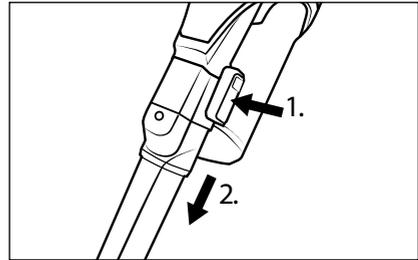

Fig. 15
- ♦ For at fjerne tilbehøret skal du trykke på oplåsningsknappen på tilbehøret og tage tilbehøret af sugerøret **24** eller af produktets sugeåbning (se fig. 15).